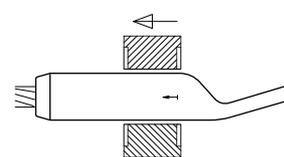

Fig. 4
- 7 Finalmente, comprimir la derivación para la formación del puente flojo, con las mismas matrices para aluminio (salvo casos especiales de conductores diferentes) y en el sentido de las flechas (**Fig.4**)
- 7 Finally, compress the jumper terminal to form the jumper using the same dies as for aluminium (except in special cases involving different conductors) and in the direction shown by the arrows (**Fig. 4**).